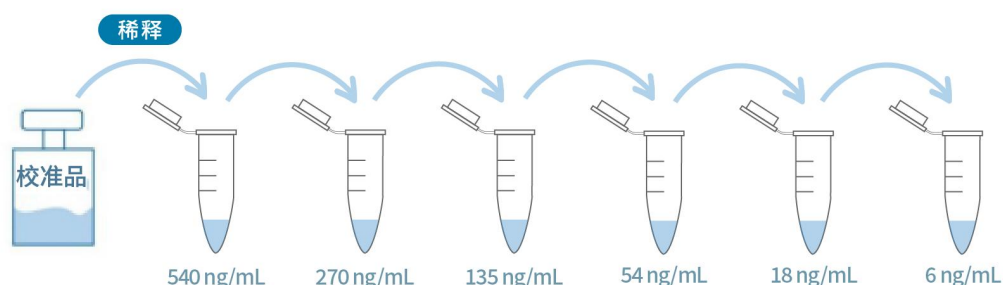

图 3 校准品稀释操作示例
4. 校准曲线配制：参照图 3 和表 3 对校准品进行梯度稀释。